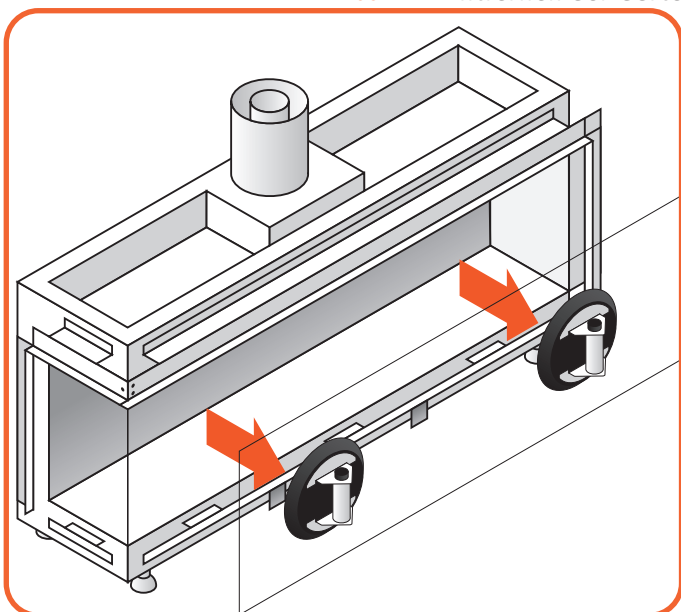

Abb. 9.6 Herausnehmen der Frontscheibe
- Heben Sie das Glas leicht an und neigen Sie es etwas, um es aus der Öffnung zu ziehen (siehe Abbildung 9.6).